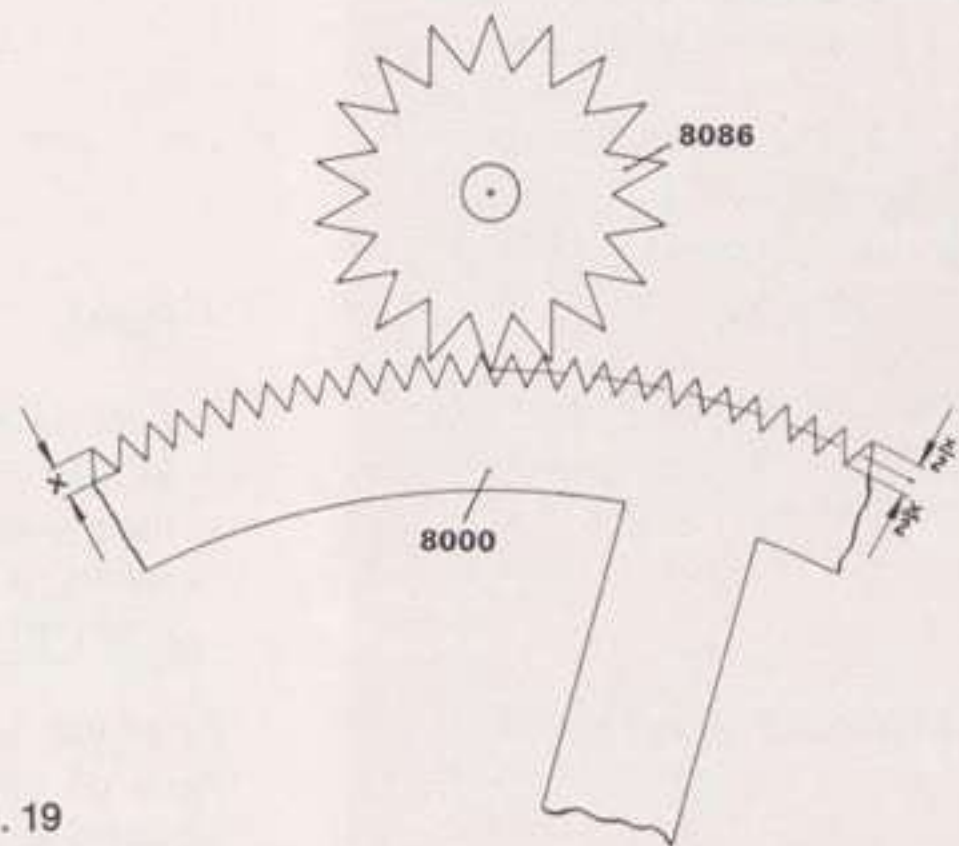

Fig. 19
- Régler la pénétration de l'engrenage pignon oscillant 8086 - mobile de chronographe 8000, voir fig. 19.
- Vérifier la pénétration de l'engrenage mobile de chronographe 8000 - pignon oscillant 8086. Le réglage de cette pénétration se fait à l'aide de l'excentrique-appui d'embrayage 8412, v. fig. 19.